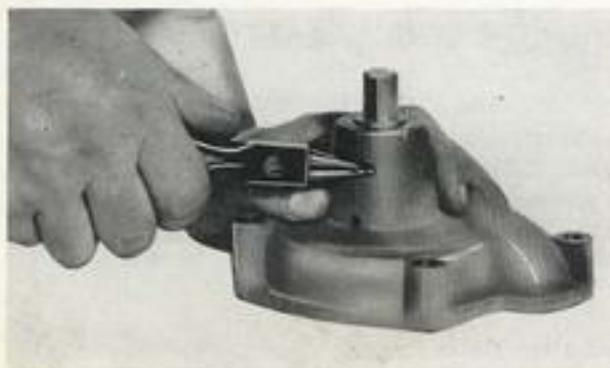

Fig. 2
- Enlever le jonc d'arrêt de la cage de roulement de l'arbre (voir fig. 2). L'arbre se sépare du corps à ce moment, mais la turbine demeure solidaire à son extrémité.